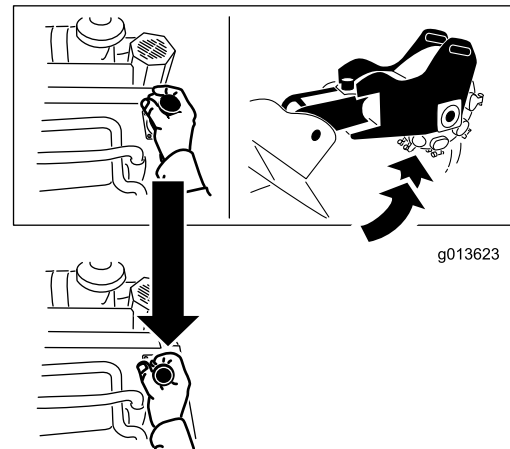

Bild 12
- Ziehen Sie den Hebel nach hinten, um die Fräse anzuheben (Bild 12).